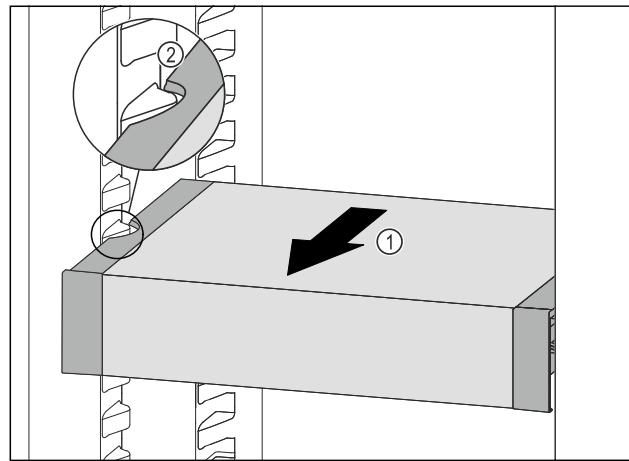

Fig. 128
- Вытягивайте VarioSafe вперед Fig. 128 (1), пока боковые выемки VarioSafe не окажутся на высоте выступа резервуара в холодильном отделении. Fig. 128 (2)